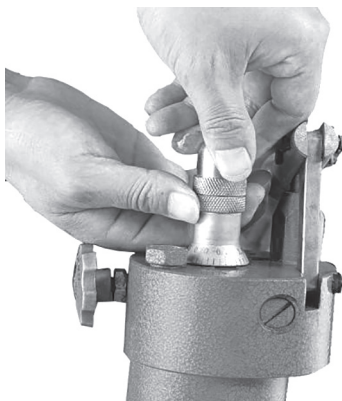

Figura 7
8. Ajuste a profundidade da ranhura utilizando a escala disponível (**Figura 7**). Com a profundidade da ranhura definida pela **Tabela 1**, primeiro gire a parte inferior da escala até ela encostar na estrutura da máquina. Então, ajuste a profundidade correta e gire a parte superior da escala para travá-la;